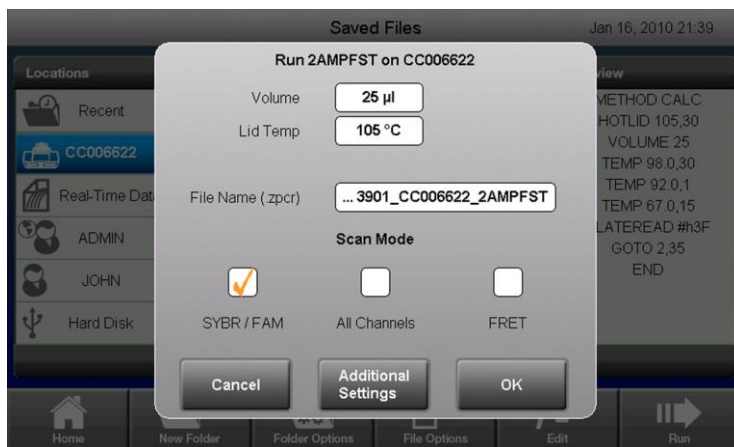

Рис. 42. Экран подтверждения выбранного протокола
2. Проверьте температуру крышки (**Lid Temp**), объем образца (**Volume**) и имя файла (**File Name (.zpcr)**), который будет использоваться для регистрации протокола (Рис. 42). Перед началом эксперимента создается имя файла данных автономного анализа по умолчанию.